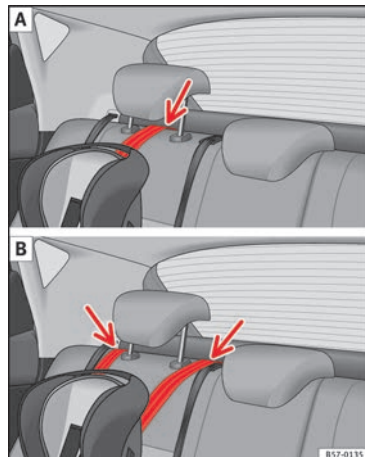

Abb. 33 Befestigungsgurt: Einstellung und Einbau je nach Top Tether-Gurt.
- Führen die den Gurt unter der Kopfstütze des Rücksitzes durch » Abb. 33 (in Abhängigkeit der Gebrauchsanweisungen des Kindersitzes ggf. Kopfstütze anheben oder entfernen).